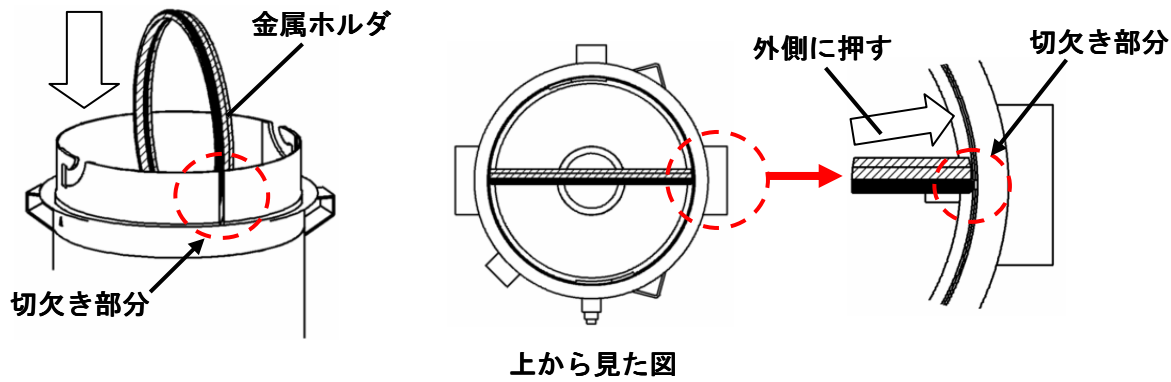

図3-4. 金属ホルダ取付け図
③金属ホルダの外側のリングをケース上面の切欠き部分に合わせ、一方の手で切欠き部分の横を外側に押しながら、金属ホルダを垂直にケースに入れてください。(図3-4)